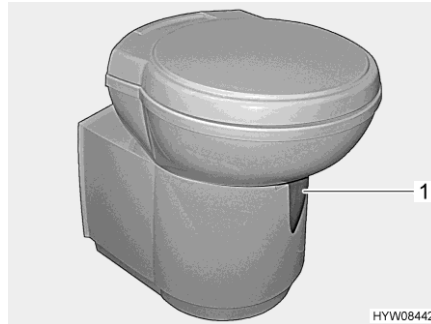

Fig. 217 Tazza del WC Thetford (orientabile)
- Prima di tirare l'acqua, aprire il cursore della toilette Thetford. A tal fine girare la leva del cursore (Fig. 217,1) in senso antiorario.